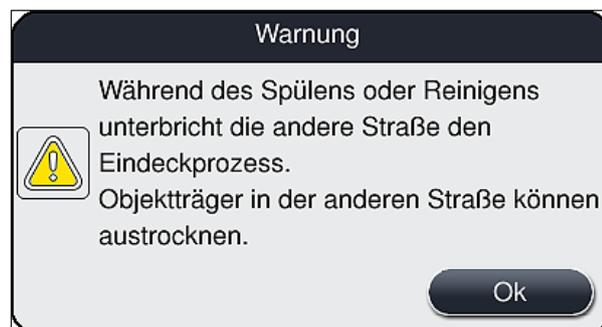

Abb. 95
2. Anschließend die Taste **Spülen/Reinigen** der betreffenden linken (→ Abb. 94-2) oder rechten (→ Abb. 94-3) Eindeckstrasse drücken und die Warnmeldung mit **Ok** (→ Abb. 95) bestätigen.
4. Die folgenden Meldungen (→ Abb. 95), (→ Abb. 96) und (→ Abb. 100) beachten und jeweils mit **Ok** bestätigen.